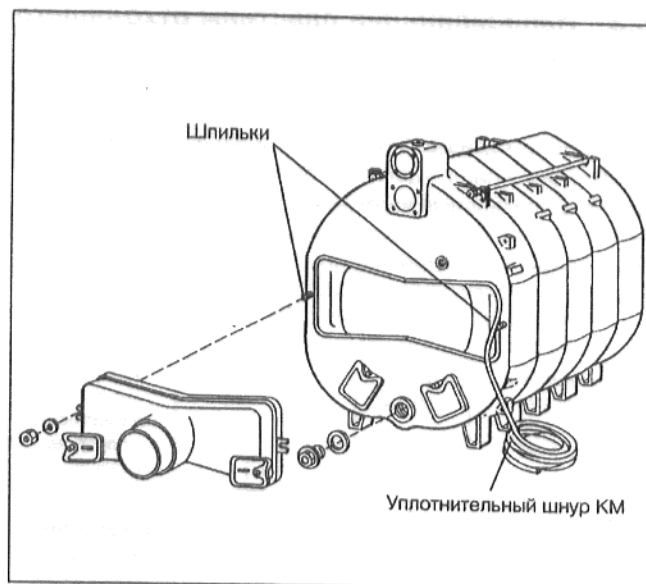

рис. 19
- Уплотнительный шнур КМ вставить в паз на задней секции (рис. 19).
- Вставить сборник отходящего газа в показанные на рис. 19 шпильки задней секции котла. Надеть на шпильки подкладные шайбы и привинтить сборник отходящего газа с помощью гаек..